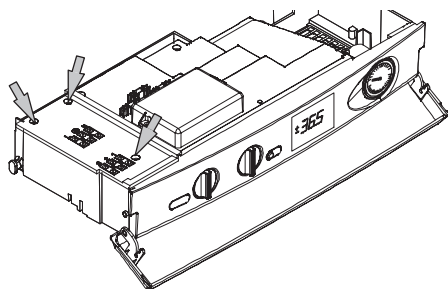

Figura 5.22
- Svitare le viti e rimuovere il coperchio copri morsettiera Figura 5.22.